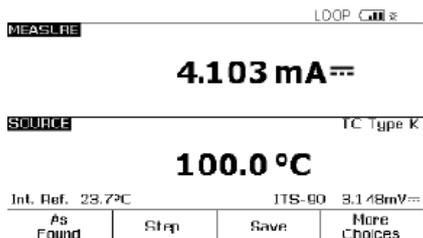

图 5.
6. 接着, 按 DPC 上的“SETUP”(设置)按钮。光标开始应位于环路电源上。按“ENTER”(确定), 然后按下箭头键, 直到 DPC 光标位于“Enabled”(使能), 然后按“ENTER”(确定)。接下来按“Done”(完成)软键(图 5)。